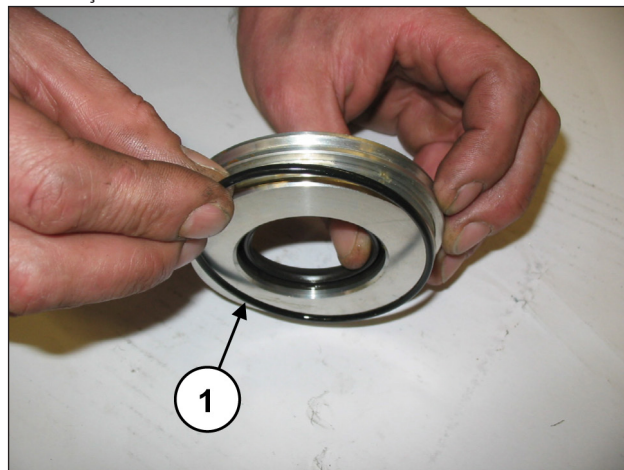

Fig. 94
Posicione o anel circular (pos. ①, Fig. 94) no local da cobertura da vedação do óleo.